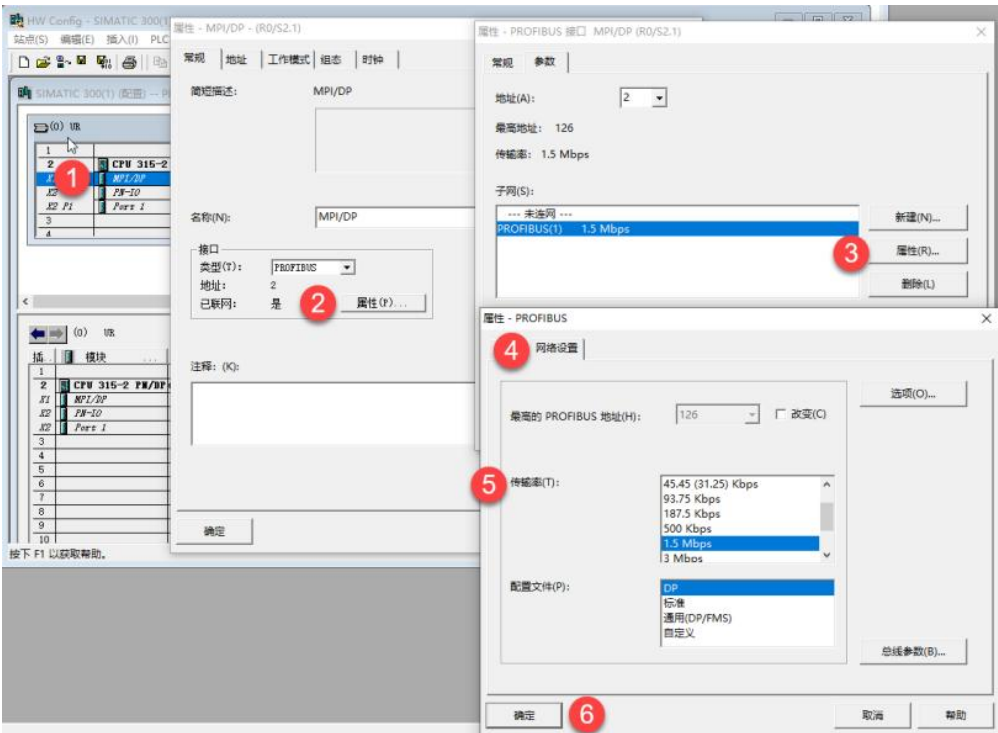

图 4-2-9 修改 PROFIBUS 通讯参数
修改 PROFIBUS 通讯参数,双击 MPI/DP 参数窗口,在窗口中选择属性窗口中选择“PROFIBUS (1) 1.5Mbps”,然后点击属性,在属性窗口中选择网络设置,可以修改 PROFIBUS 传输率,如图 4-2-9 所示。